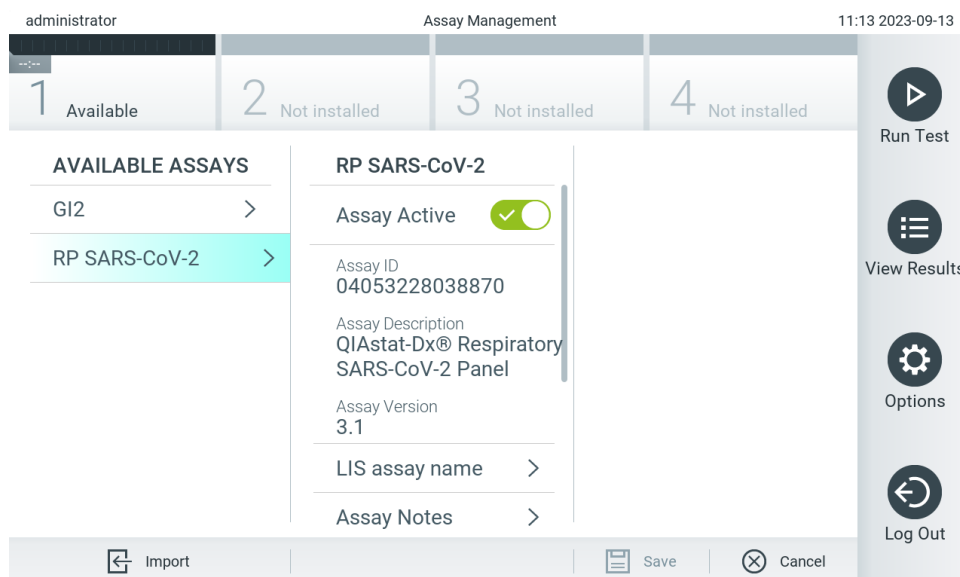

Abbildung 57. Verwaltung verfügbarer Assays.
1. Drücken Sie auf **Options** (Optionen) > **Assay Management** (Assay-Verwaltung), um den Bildschirm Assay Management (Assay-Verwaltung) aufzurufen. Die verfügbaren Assays sind in der ersten Spalte im Inhaltsbereich aufgelistet (Abbildung 57).